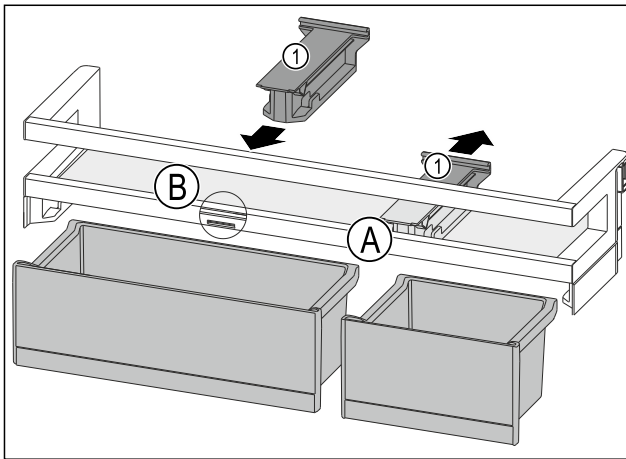

Fig. 130
- ▶ Halteteil Fig. 130 (1) in Position Fig. 130 (A) nach hinten abziehen.
- ▶ Halteteil Fig. 130 (1) in Position Fig. 130 (B) einsetzen.